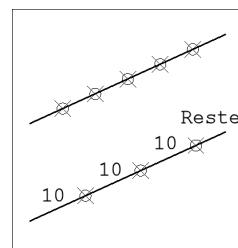

Fig.4.40
- [3] Entrer le nombre de segments souhaités : 6 8. Un point est placé entre chaque segment (fig.4.40).